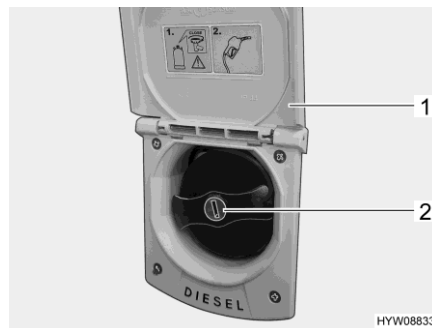

Bild 36 Kraftstoff-Einfüllstutzen
- Klappe (Bild 36,1) nach oben schwenken.
- Schlüssel in Schließzylinder (Bild 36,2) stecken und entgegen dem Uhrzeigersinn drehen.